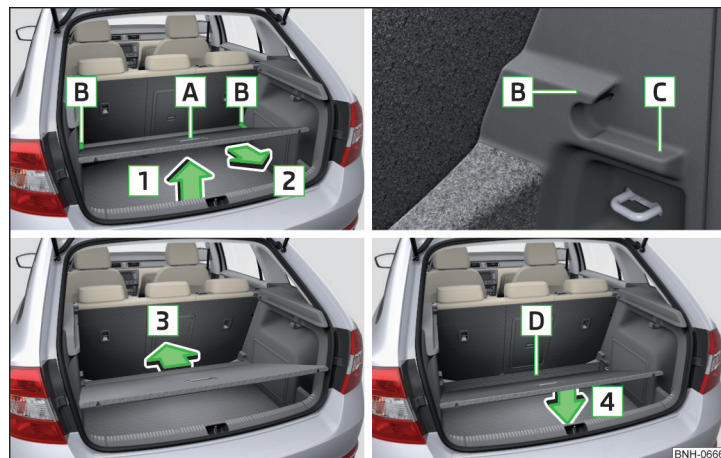

Fig. 116 Ajustar el suelo de carga variable en la posición superior/inferior
- Levantar el suelo de carga variable en el mango [A] en el sentido de la flecha [1] y desplazarlo en parte hacia el sentido de la flecha [2] » fig. 116.